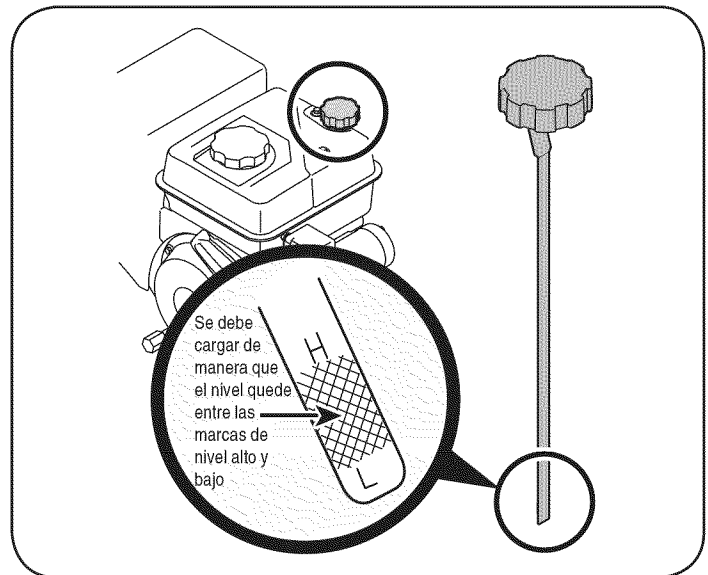

Figura 7
3. Saque el tapón / la varilla de medición de aceite. Si el nivel es bajo, agregue aceite lentamente hasta que el registro marque entre nivel alto (H) y bajo (L), Figura 7. Consulte la sección Mantenimiento del motor para ver la viscosidad y capacidad de aceite del motor correctas. **NOTA:** No lo llene en exceso. El llenado excesivo de aceite puede hacer que el motor genere humo, que cueste arrancarlo o que falle la bujía.